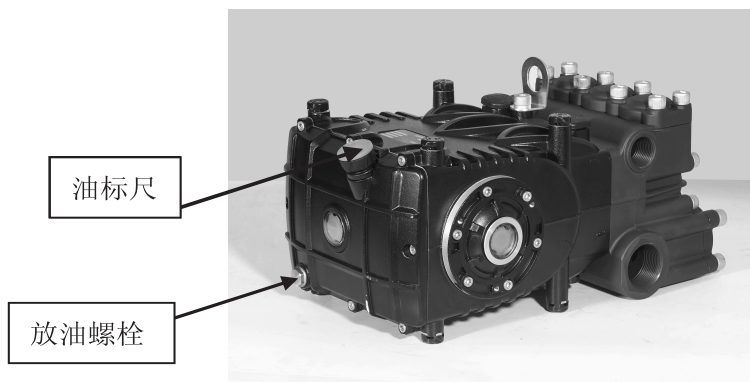

图 3
7.4.1 用油标尺（如图 3）检查油位，必要时，加注损耗的润滑油
7.4.2.泵停机待油温冷却后检查油位，若要更换润滑油，待泵停机后，油温还处于工作温度时更换，有利于排出曲轴箱内磨损杂物（卸下放油螺栓图 3 换油）